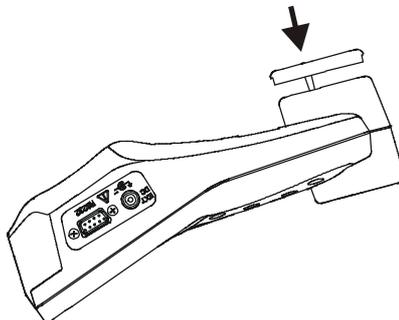

Bild 3.2: Schließen des Batteriefachs
3. Display-Seite des Geräts nach unten drehen, so dass sie auf einem niedrigeren Niveau als das Batteriefach ist (Bild 3.2) und Abdeckung auf die Batterien legen.